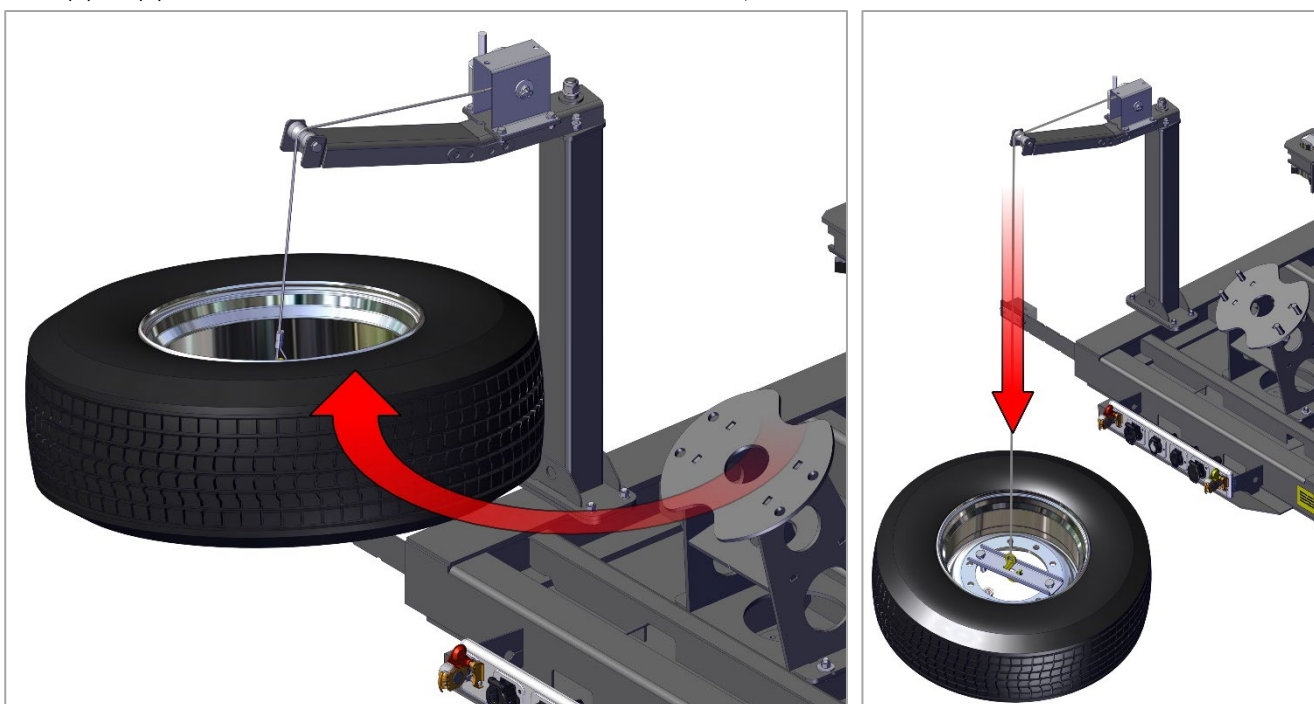

Рис. 71 Снятие колеса
4. Повернуть консоль вместе с колесом, опустить колесо с помощью лебедки до касания с землей как на Рис. 71;